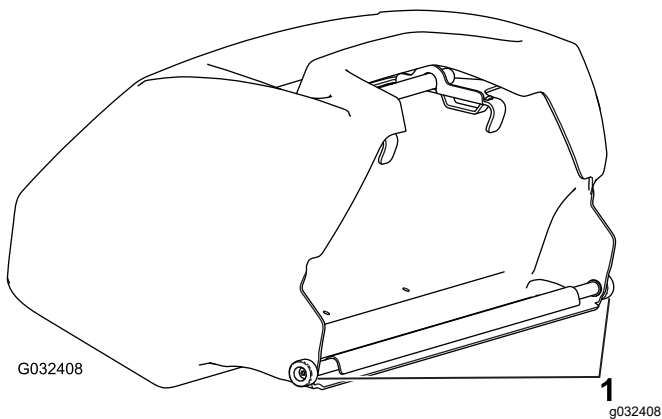

Figura 15
**Importante:** Se deixar cair o cesto, examine os pontos de contacto do braço inclinado próximo do rebordo inferior do cesto para verificar se há danos (Figura 15). Aperte-os antes de utilizar o cesto.